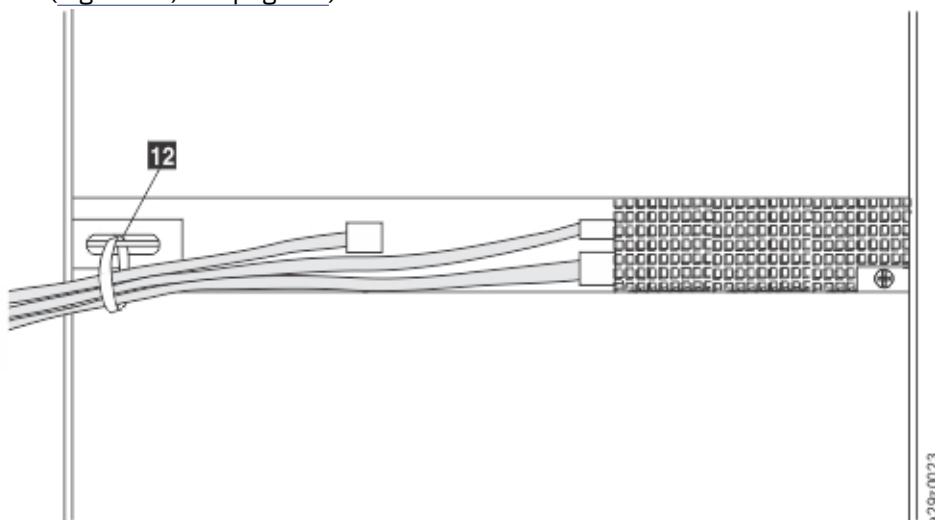

Figure 17. Câbles à l'arrière de la bandothèque
10. Faites passer le câble SAS, le câble d'alimentation et le câble Ethernet dans l'attache auto-agrippante **12**. Laissez suffisamment de jeu pour atteindre les connecteurs correspondants, puis serrez l'attache (Figure 17, à la page 28).